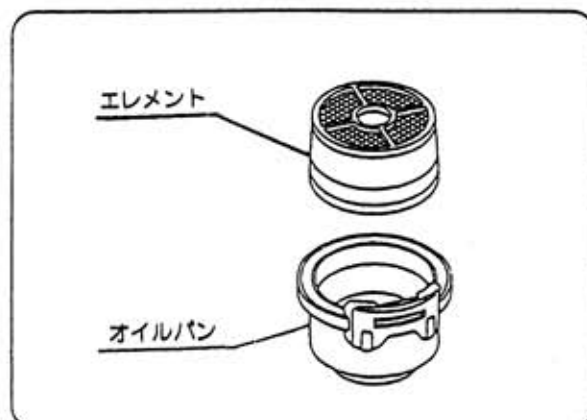

図37
- ② オイルが不足しているときは、オイルレベルまで補充してください。汚れがひどいときにはオイルパン・エレメント共、白灯油で洗浄しエレメントはエンジンオイルに浸し滴下しない程度に振り切ってください。(図37)
- ③ オイルパンはよく洗浄し、新しいエンジンオイル(SC級以上)をレベルまで入れてください。(図37)